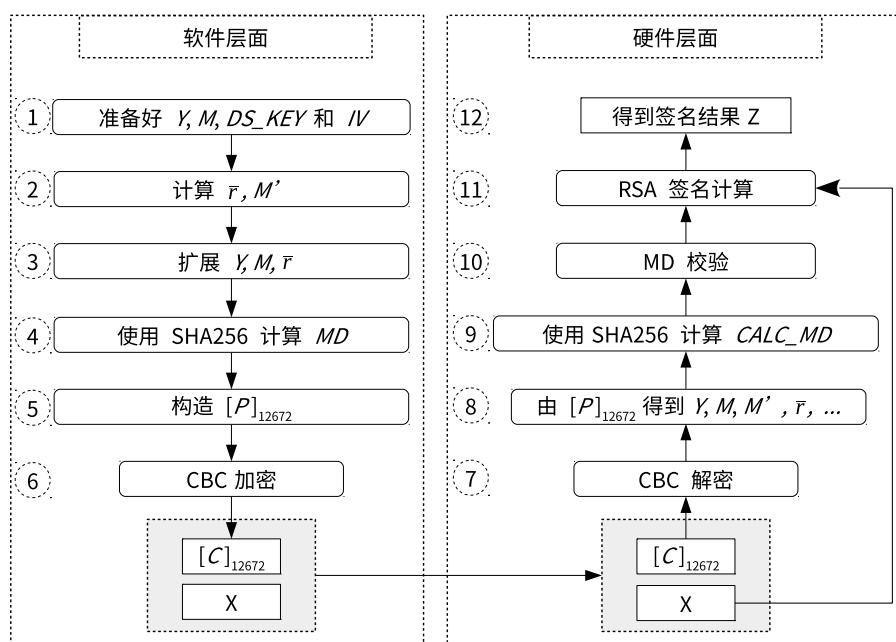

图 22-1. 软件准备工作与硬件工作流程
如果用户想使用 DS 模块进行数字签名，软件和硬件必须紧密配合才可以顺利完成，并且软件需要做一系列准备工作，如图 22-1 所示。图中左半边给出了在硬件开始 RSA 签名计算之前，软件需要做哪些准备工作。图中右半边展示了硬件在整个签名计算的过程中具体会做些什么。
- 对于多次签名计算，软件准备工作（图 22-1 左侧）只需要进行一次，但对于每一次签名计算，硬件运算（图 1-1 右侧）都需要重新进行。
用户需要依照图 22-1 指定的步骤来计算  $C$ 。详细的过程描述如下：
#### 1. 解析阶段，即图 22-1 中的步骤 7 和步骤 8
解析过程是图 22-1 中步骤 6 的逆过程。DS 模块将调用 AES 硬件加速器以 CBC 块模式对输入的密文信息  $C$  进行解密，获取明文信息。该过程可以表示为  $P = \text{AES-CBC-DEC}(C, DS\_KEY, IV)$ ，其中  $IV$  就是  $[IV]_{128}$ ，由用户直接指定； $[DS\_KEY]_{256}$  由硬件 HMAC 提供，由存储在 eFuse 中的  $HMAC\_KEY$  得到，软件无法获取。
#### 2. 校验阶段，即图 22-1 中的步骤 9 和步骤 10
DS 模块会执行两种校验操作：MD 校验和填充 (padding) 校验。由于填充校验和 MD 校验同步进行，因此填充校验不在图 22-1 中体现。
#### 3. 计算阶段，即图 22-1 中的步骤 11 和步骤 12